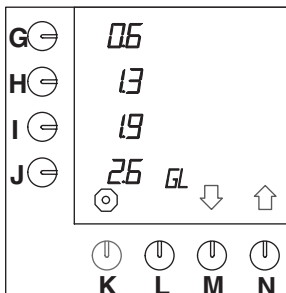

Abb. 29 Ändern der vorprogrammierten Wahlstasten für Gallonen
- Drücken Sie auf die Wahlstaste (N.)↑, bis Abb.29 im Display erscheint.